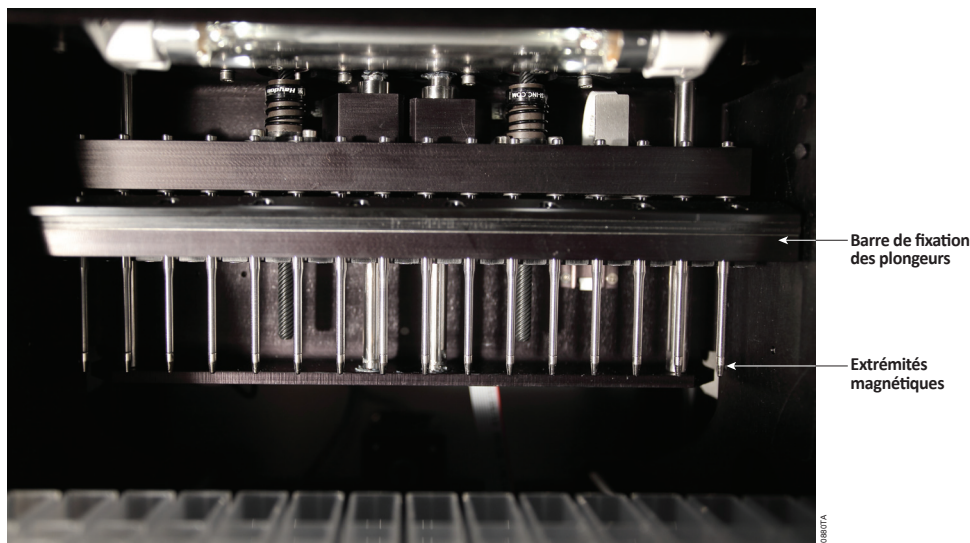

Figure 67. Barre de fixation des plongeurs.
3. Abaissez manuellement la barre de fixation des plongeurs (Figure 67) afin de couvrir les extrémités magnétiques.